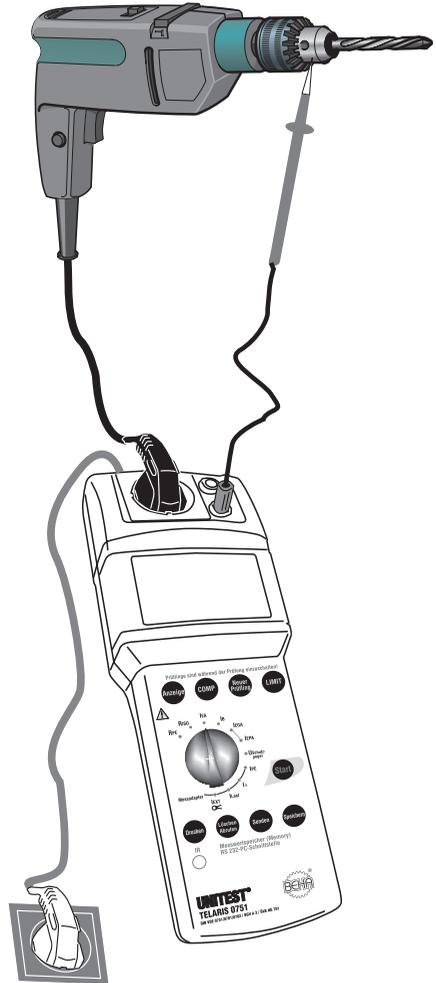

Bild 6.9: Messung des Ersatzableitstromes bei Geräten der Schutzklasse II
Bei Geräten der Schutzklasse II oder III und berührbaren leitfähigen Teilen bei Geräten der Schutzklasse I, die nicht mit dem Schutzleiter verbunden sind, verbinden Sie zusätzlich die Buchse 'PE' (5) mit allen berührbaren leitfähigen Gehäuseteilen des Prüflings, siehe Bild 6.9.